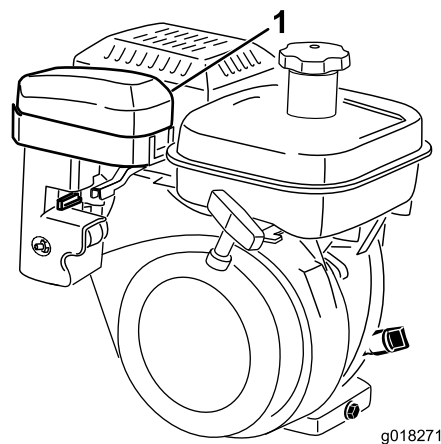
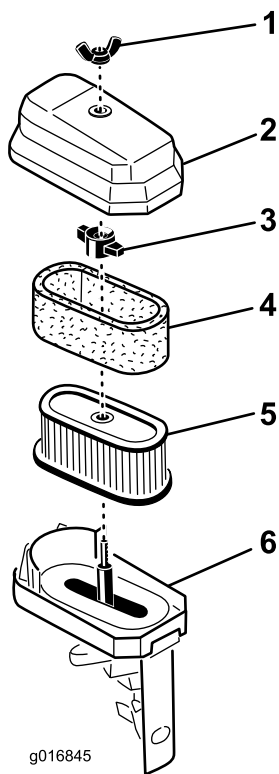

Figure 32
Figure 33
3. Nettoyez soigneusement le couvercle (Figure 32 et Figure 33).
4. Si l'élément en mousse est encrassé, sortez-le de l'élément en papier (Figure 33). Nettoyez-le soigneusement.